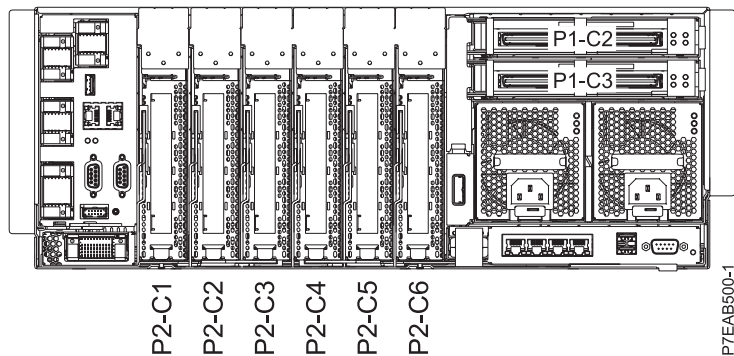

Figure 1. Vue arrière du système avec codes d'emplacement
- Les adaptateurs GX sont installés dans l'emplacement GX++ P1-C2 ou P1-C3, qui se trouve sur le fond de panier système. Voir figure 1, à la page 6 pour connaître les emplacements d'adaptateur GX dans le système.